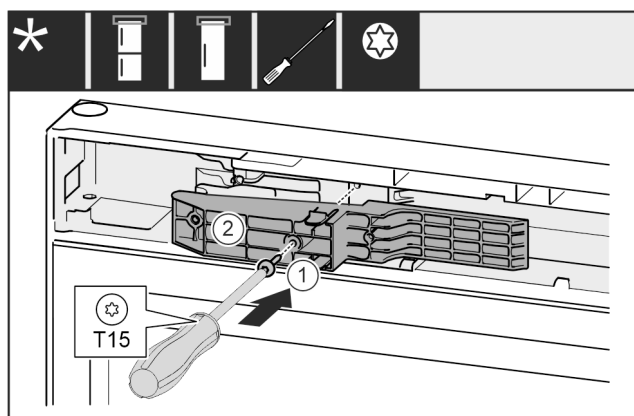

Fig. 70 *
- ▶ Вставьте деталь адаптера Fig. 70 (1) в выемку на стороне ручки.*
- ▶ Затяните винт Fig. 70 (2) отверткой.*